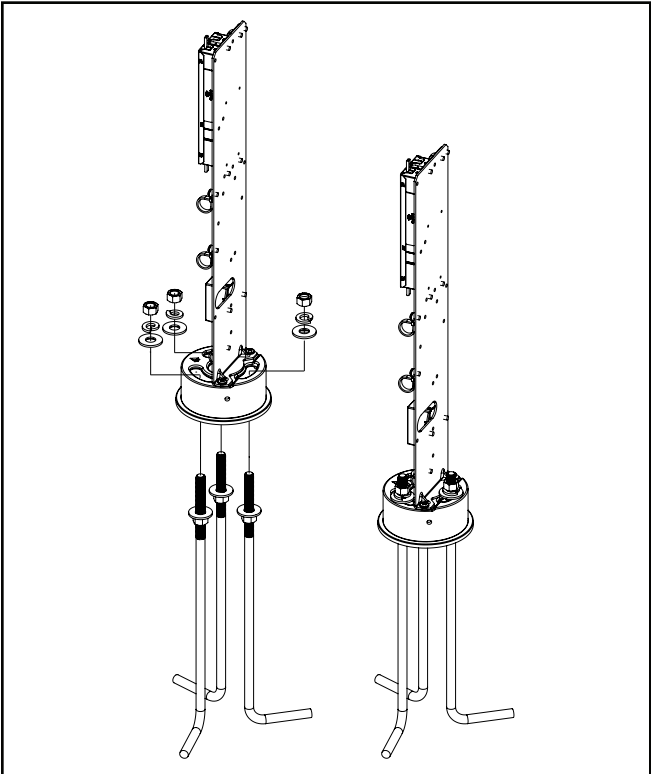

Figura 3.
- 8. Una vez nivelado el conjunto de la base, realice los ajustes finales de orientación para que la flecha apunte hacia la calle. Añada (1) arandela, (1) arandela de seguridad y (1) tuerca por cada perno de anclaje y apriete las tuercas superiores con una torsión de 10 pies-lb (14 Nm) (figura 3).